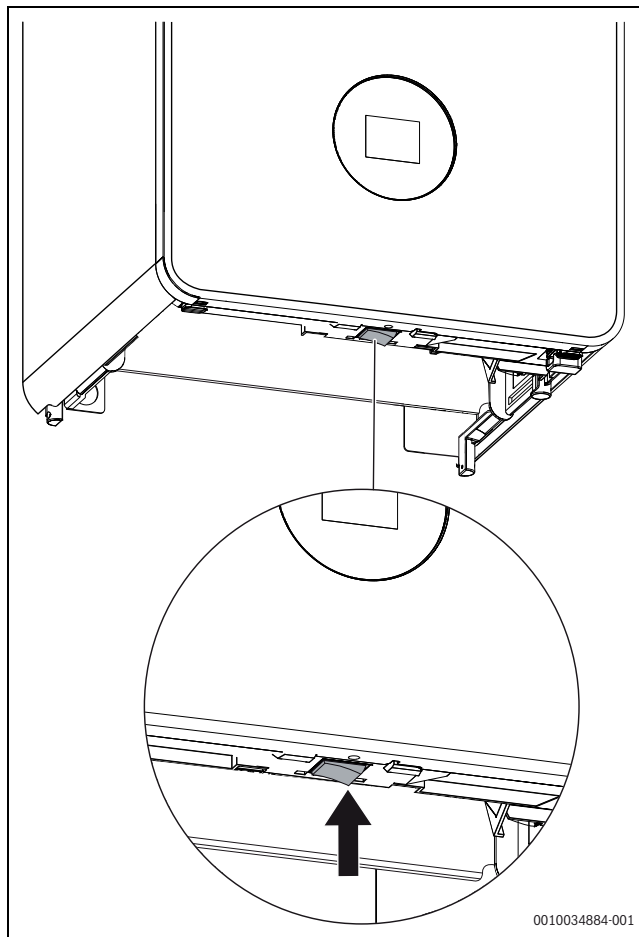

Fig. 1 Interruptor ON/OFF
- Desconectar el aparato con el interruptor de conexión/desconexión (→ imagen 1, pág. 4).